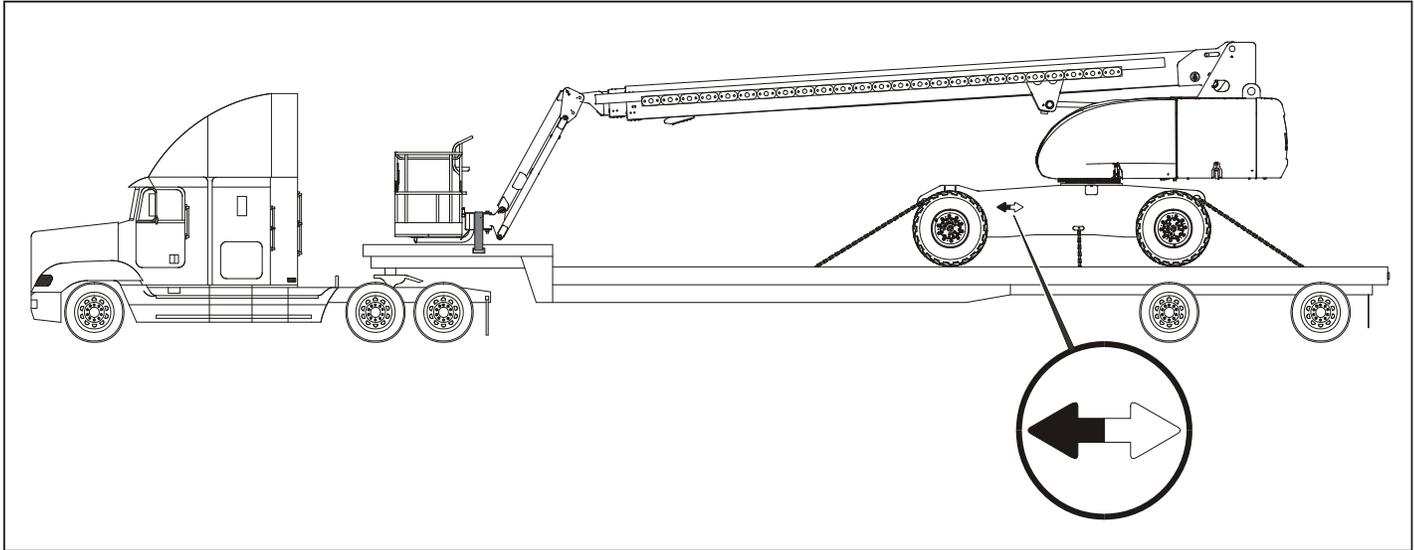

Figure 4-5. Transport typique d'un 800S/860SJ
- c. Faire monter la machine sur la remorque, avec la flèche et la plate-forme orientées en direction du camion. Voir Figure 4-5., Transport typique d'un 800S/860SJ.